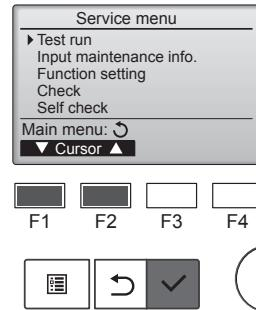

Fig. 7-1
- Service (Servis) menüsünden "Test run" (Test çalışma) öğesini seçin ve [SEÇİM] düğmesine basın. (Fig. 7-1)